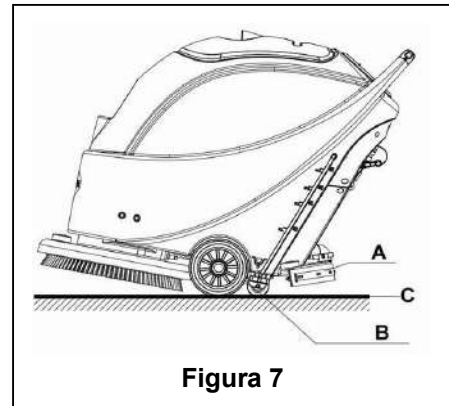

Figura 7
8. Suelte el interruptor de seguridad (1) para apagar el cepillo / panel de la almohadilla y la válvula solenoide.
9. Presione el interruptor de la Bomba de Aspiración (39) en posición “O” y la Bomba se demorará 5 segundos antes de dejar de funcionar.
10. Presione el interruptor de ajuste del volumen de flujo de agua (40) en posición “O” para detener completamente el funcionamiento de la válvula solenoide.
11. Presione el interruptor de encendido (38) en posición “O”. Y desenchufe el cable de alimentación (9) del tomacorriente.
12. Use la palanca de elevación de la escobilla de goma (14) para levantarla.
13. Sujete el manillar (2) e incline levemente la máquina hacia atrás hasta que la rueda de guía toque el suelo. Véase la figura 7